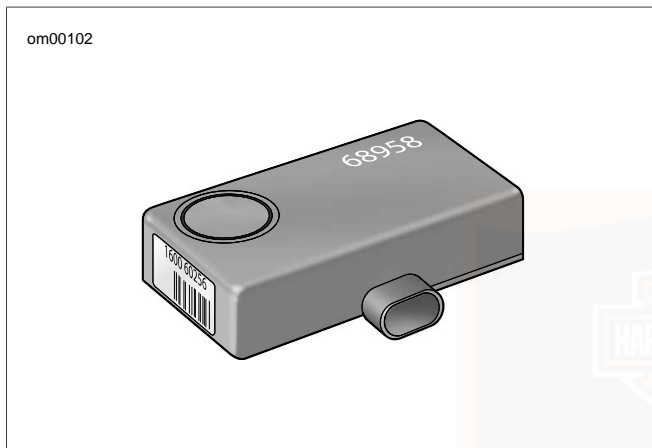

Figure 20. Optional Smart Siren
- See Figure 20. Sound the optional siren.